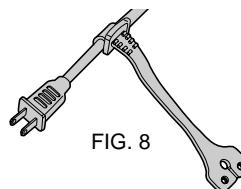

FIG. 8
2. Faire glisser la boucle sur la fiche du cordon et bien serrer la boucle autour du cordon (fig. 8).